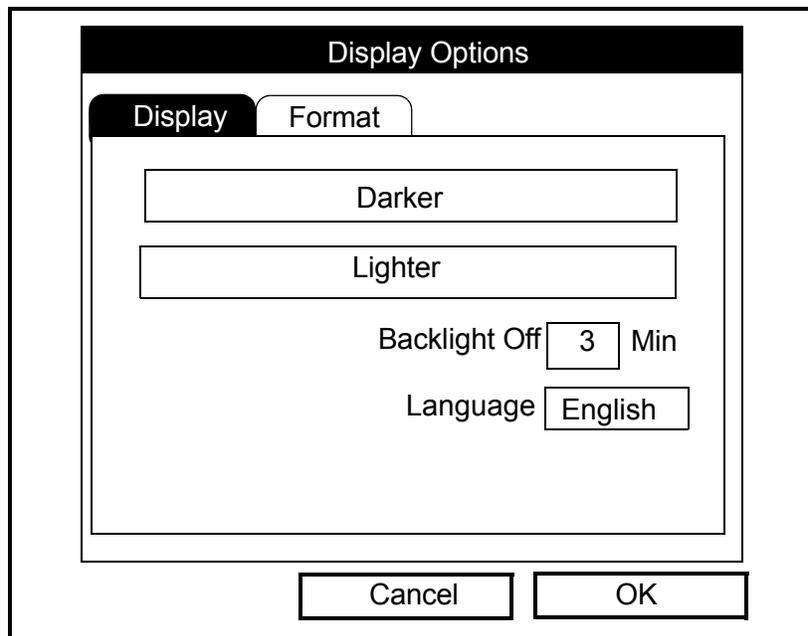

Рис. 3-15. Окно вкладки *Display* (Дисплей)
2. С помощью прокрутки выберите пункт меню *Contrast* (Контрастность) и нажмите [ENTER] (ВВОД). Будет открыто окно *Display Options* (Параметры дисплея) (см. рисунок 3-15 ниже).
2. С помощью прокрутки выберите пункт меню *Backlight* (Подсветка) и нажмите [ENTER] (ВВОД). Будет открыто окно *Display Options* (Параметры дисплея) (см. рисунок 3-15 на предыдущей странице).
4. Введите с цифровой клавиатуры количество минут работы подсветки (ON) (от 0 до 99) и нажмите [ENTER] (ВВОД) для подтверждения значения.
2. С помощью прокрутки выберите пункт меню *Language* (Язык) и нажмите [ENTER] (ВВОД). Будет открыто окно *Display Options* (Параметры дисплея) (см. рисунок 3-15 на предыдущей странице).